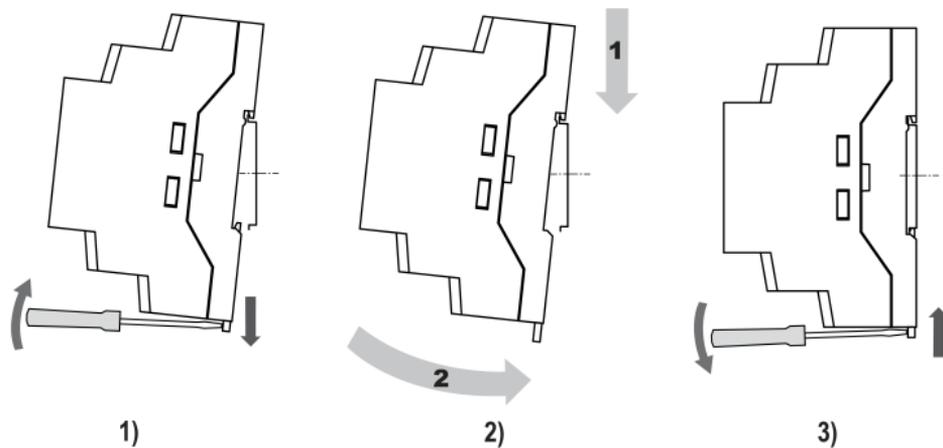

Рисунок 4.10 – Монтаж прибора с креплением на DIN-рейку
2. Вставив отвертку в проушину, оттянуть защелку *рисунок 4.10, 1*
3. Установить прибор на DIN-рейку в соответствии с в направлении стрелки 1 *рисунок 4.10, 2*;
4. Прижать прибор к DIN-рейке в направлении, показанном стрелкой 2 (*рисунок 4.10, 2*). Зафиксировать защелку (см. *рисунок 4.10, 3*).